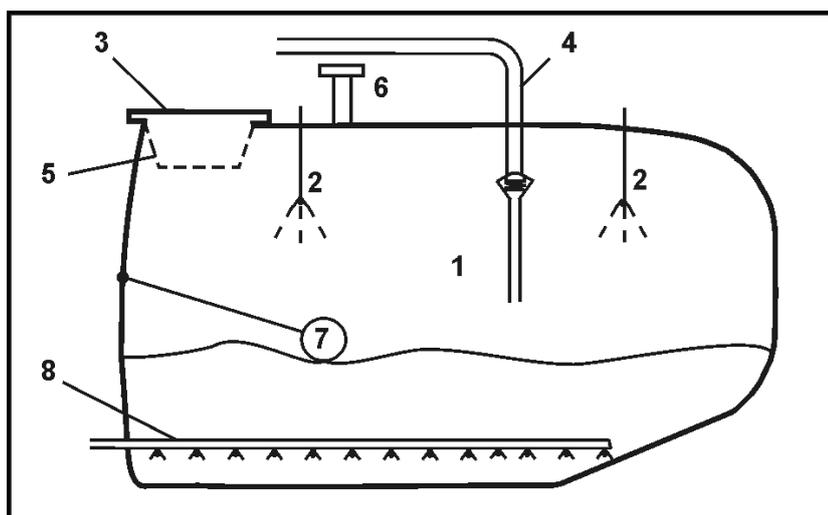

Fig. 51
- La marca roja (Fig. 51/1) de la indicación de control de la pata de apoyo es visible cuando la máquina reposa sobre la pata de apoyo hidráulica.